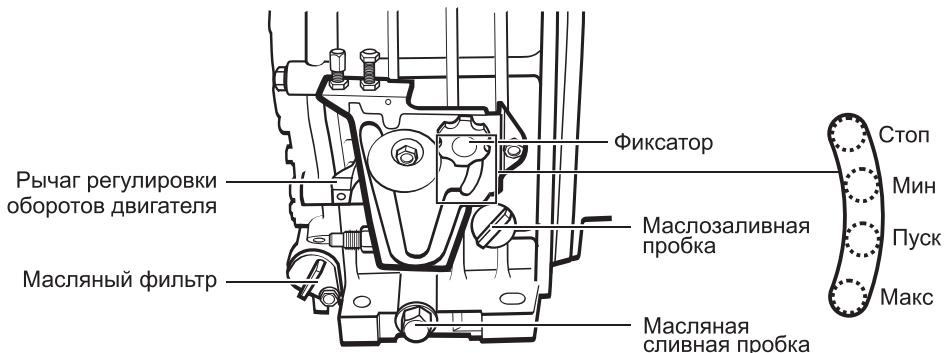

Рис. 7
- Управление работой мотопомпы осуществляется с помощью фиксатора и шкалы на блоке управления (рис. 7). Чтобы переместить фиксатор в нужное положение, открутите его против часовой стрелки, чтобы зафиксировать - закрутите по часовой стрелке.
- Установите фиксатор оборотов двигателя на блоке управления запуском и оборотами двигателя в положение «ПУСК» (рис. 7) и зафиксируйте, закрутив его.
- После запуска переведите фиксатор оборотов двигателей на блоке управления запуском и оборотами двигателя в положение «МИН» (рис. 7) и зафиксируйте.
- Установите фиксатор оборотов двигателя на блоке управления запуском и оборотами двигателя в положение «**ПУСК**» (рис. 7) и зафиксируйте, закрутив его. **Ни в коем случае не устанавливайте фиксатор в положение «МАКС»!**
- После запуска переведите фиксатор оборотов двигателя на блоке управления запуском и оборотами двигателя в положение «**МИН**» (рис. 7) и зафиксируйте.